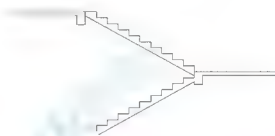

图 4.110 偏移平台板线并修整图形
(5) 将平台板线向下偏移 100mm, 然后修整图形, 结果如图 4.110 所示。